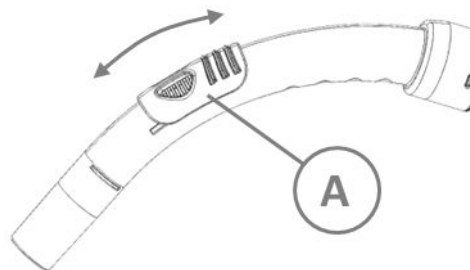

Figura 4
8. Consulte la figura 4. Para ajustar la potencia de succión, mueva el interruptor deslizante (A) hacia delante y hacia atrás. La potencia de succión es mayor cuando el interruptor deslizante está en la posición mínima y disminuye a medida que se mueve el interruptor hacia la posición máxima.